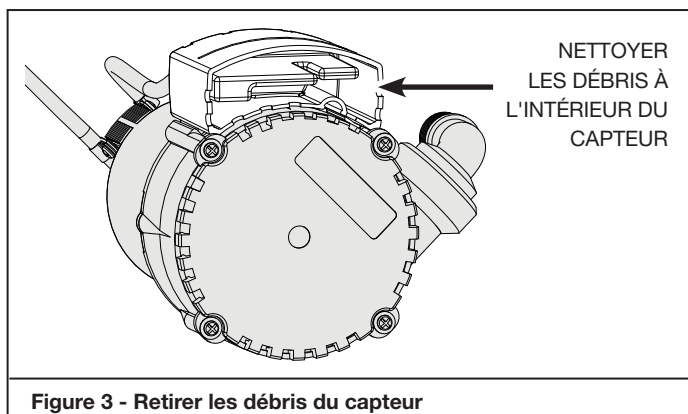

Figure 3 - Retirer les débris du capteur
7. Si la pompe fonctionne continuellement, débrancher l'appareil. Après avoir débranché, vérifier s'il y a des débris collés à l'intérieur du corps du capteur (Figure 3 de la page 7). Retirer tous débris, saleté et feuilles coincés.